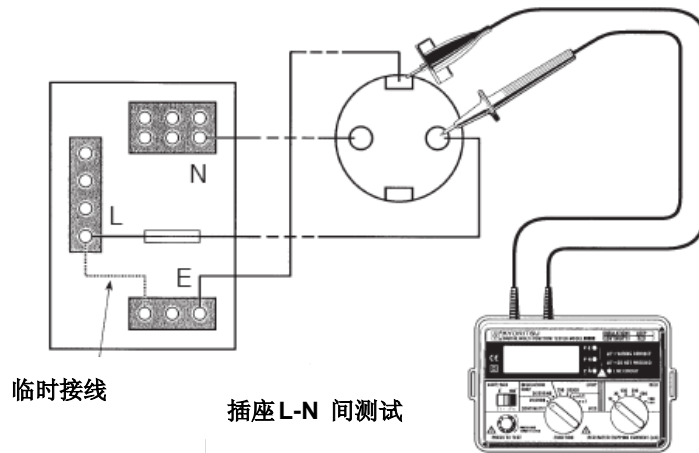

Fig 3
3. 将测试导线连接到所需测量的回路（参见图 3）。首先确保被测线路没通电。